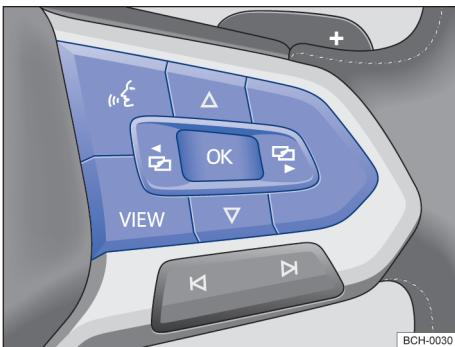

Fig. 18 Lado direito do volante multifunções: botões para comando dos menus e exibições de informação do instrumento combinado.
Enquanto uma mensagem de advertência de prioridade 1 → Página 24 estiver sendo exibida, não é possível acessar nenhum menu. Todas as mensagens de advertência desaparecem automaticamente após alguns segundos. Além disso, algumas mensagens de advertência podem ser confirmadas e ocultadas com o botão  no volante multifunções → Fig. 18.
- Se uma mensagem ou o pictograma do veículo forem exibidos, pressionar o botão  → Fig. 18, caso necessário, pressionar várias vezes.
- Para a exibição de um menu e para navegar através do menu, pressionar o botão  ou  → Fig. 18.
- Para acessar o menu ou a tela de informação exibida, pressionar o botão  → Fig. 18 ou esperar até que o menu ou a tela de informação abra por si só após alguns segundos.
-  – No menu exibido, pressionar os botões de seta  ou  → Fig. 18, até que o item de menu desejado esteja selecionado.
Pressionar a tecla ou → Fig. 18.
- Com o botão **VIEW** é possível alternar entre o menu atual e o menu anterior → Fig. 18.
- Com o botão **VIEW** → Fig. 18 pode-se alternar entre a representação clássica dos instrumentos redondos e a vista ampliada com perfis de informação ressaltados. A representação clássica mostra à direita e à esquerda os grandes indicadores redondos e no meio o perfil de informação selecionado. Manter o botão **VIEW** pressionado para selecionar da lista de perfis de informação pré configuradas